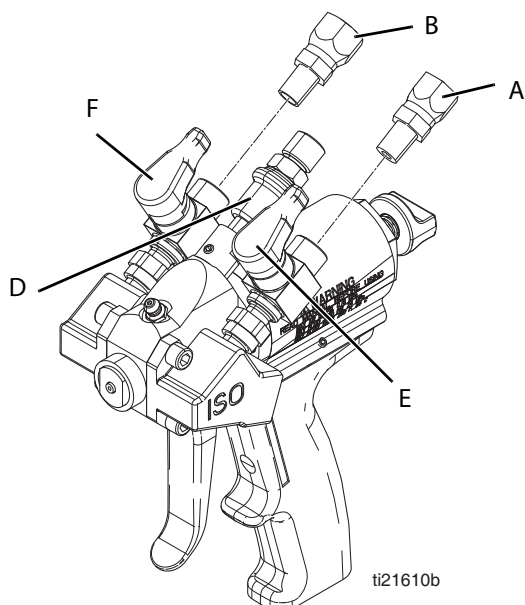

Рис. 4: Демонтаж поворотного фитинга
2. Снимите поворотные фитинговые соединения (A, B) с запорных клапанов, ограничивающих подачу материала (E, F), на P2. См. Рис. 4. Клапанные соединения имеют диаметр 1/8 дюйма NPT и внутреннюю резьбу.
3. Снимите воздушный шланг с переключателя подачи воздуха (D). Фитинг переключателя подачи воздуха имеет диаметр 1/4 дюйма NPSM.